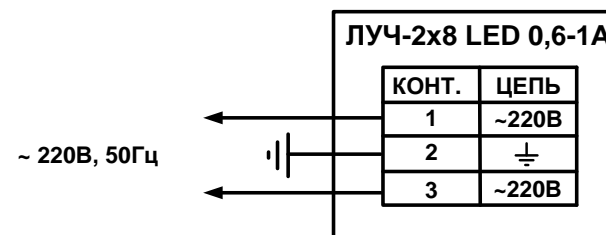

Рис.1. Схема подключения.
- 3.3. Подключение изделия должно выполняться в соответствии со схемой (рис.1.) при отключенном напряжении питания.